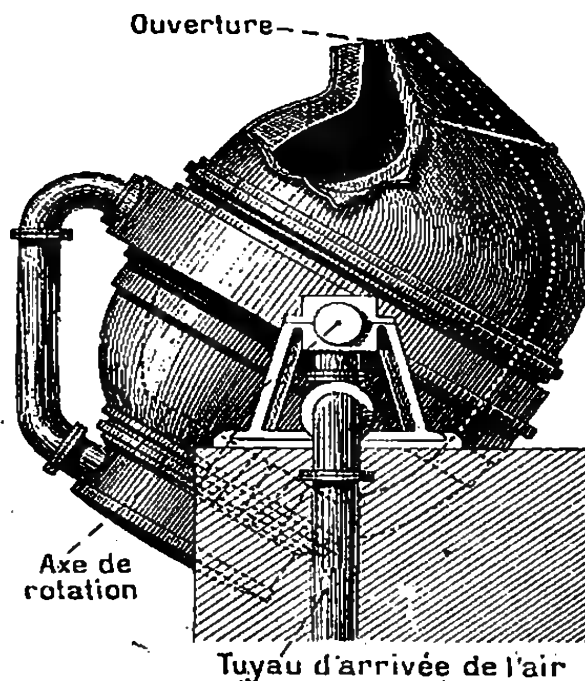

Fig. 95. — Convertisseur Bessemer. — Un courant d'air brûle le charbon de la fonte en fusion. (On incline le convertisseur pour recevoir la fonte.)
4. Acier. — L'**acier** est du fer qui contient encore environ 1 pour 100 de charbon. On l'obtient en enlevant à la *fonte* en fusion une partie de son charbon par l'action d'un fort courant d'air. On se sert pour cela du **convertisseur Bessemer** (*fig. 95*).